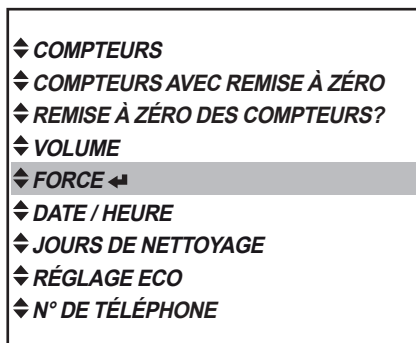

Fig. 36
1. Appuyez sur la touche d'entrée ◀, pour afficher le menu « FORCE » (fig. 36).